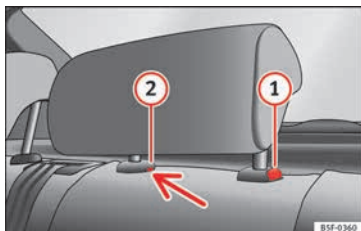

Abb. 142 Hintere Kopfstütze in der Mitte: Entriegelungsstelle.
- Drücken Sie die Taste **1** » **Abb. 142**, und gleichzeitig mit einem Schlitzschraubendreher (Breite max. 5 mm) in die Öffnung der Verriegelung **2** » **Abb. 142** und ziehen Sie die Kopfstütze heraus.